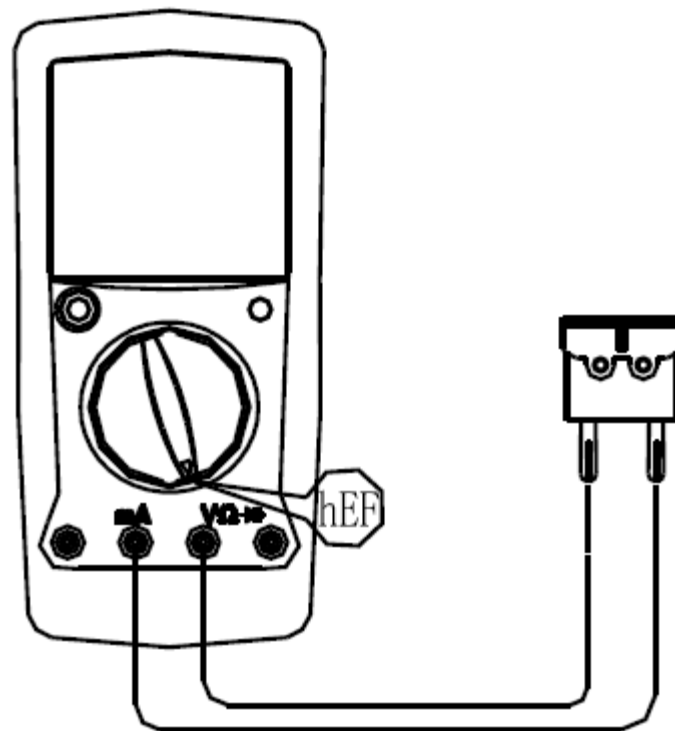

Figura 9
G. Medição de Transístores (ver figura 9)